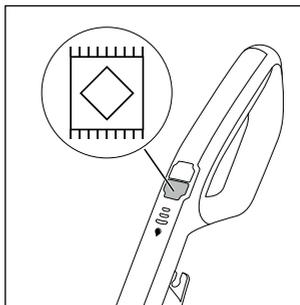

Fig. 17
- ◆ Tryk på kontakten tæppegulv  **13** for at tænde for produktet (se fig. 17). LED i kontakten tæppegulv  **13** lyser blåt.
- ◆ Tryk på kontakten tæppegulv  **13** igen for at slukke for produktet (se fig. 17).